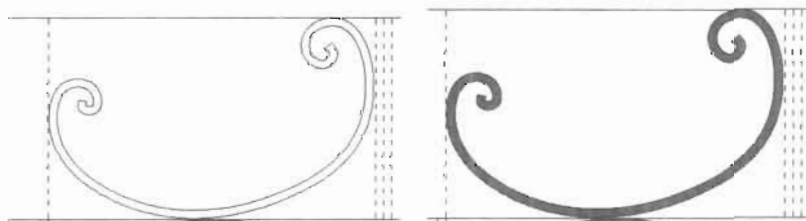

图 5-97
(11) 单击“修改”工具栏中的“偏移”按钮, 将样条曲线向上偏移 10mm, 然后用直线将两端连接起来, 形成封闭的图形, 然后填充 252 的深灰色, 如图 5-97 所示。